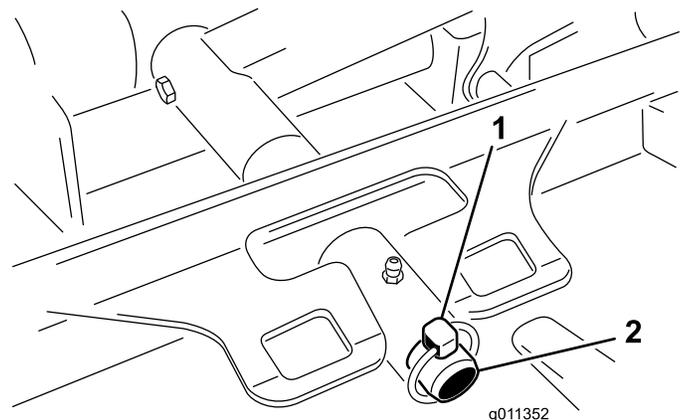

Figura 85
3. Togliete l'acciarino o il dado di ritegno (solo Groundsmaster 4700) che fissano il telaio portante del piatto di taglio al perno orientabile del braccio di sollevamento (Figura 85).
3. Infilate il telaio portante del piatto di taglio sul perno di articolazione del braccio di sollevamento. Fissate gli elementi con l'acciarino o il dado di ritegno (solo Groundsmaster 4700) (Figura 85).